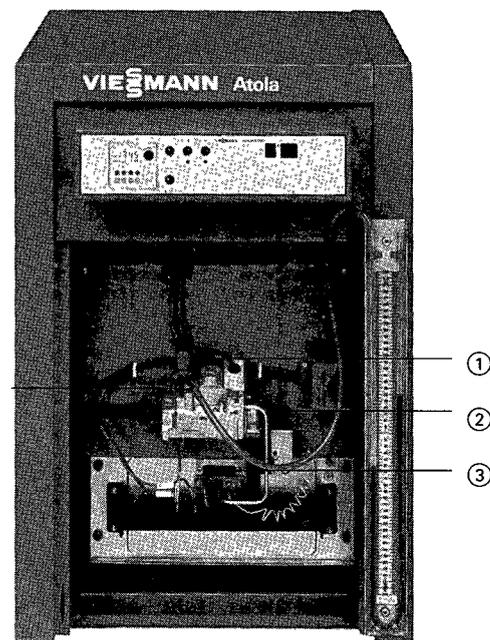

Fig. 1
4. Appuyer sur le bouton du bloc combiné gaz ① et actionner l'allumeur piézo-électrique ② jusqu'à apparition de la flamme d'allumage. Observer l'allumage par le viseur ③ (fig. 1).